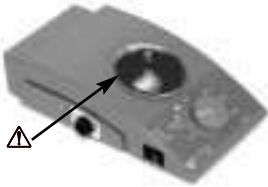

Fig. 1: ponto de perigo
- Evitar tocar nas partes em movimento (perigo de corte, pancadas e esmagamento, ver fig. 1: ponto de perigo).